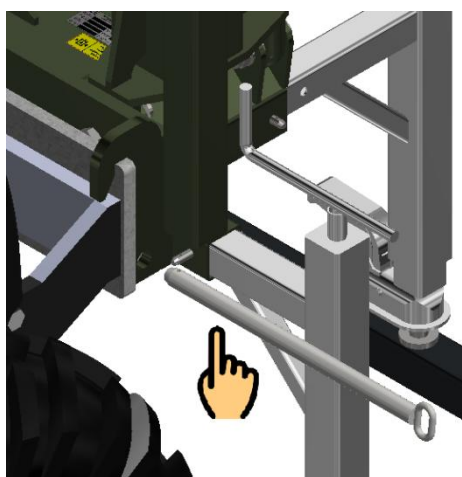

Figura 6.7 – Travamento do varão de bloqueio
- e) Insira totalmente o varão de bloqueio, assinalado, no furo das orelhas de engate (Figura 6.7).